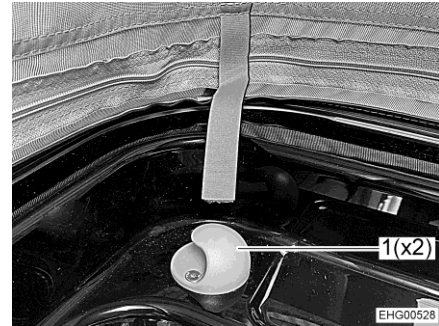

Fig. 42 Sujetador
- Enganchar la red de seguridad en los dos sujetadores (Fig. 42,1).